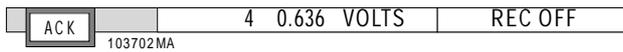

Bild 3-6 Taste ACK
4. Taste ACK ("Quittieren") – Links auf der Statuszeile liegt die Taste **ACK** (siehe Bild 3-6): Mit ihr wird ein aufgetretener Alarm quittiert. Sie erscheint nur, wenn ein Alarm anliegt, und blinkt, bis Sie durch Tastendruck bestätigen. Sofern die entsprechende Funktion installiert und parametrierbar ist, setzt sie auch alle Ausgangsrelais zurück. Beachten Sie, daß die Taste **ACK** immer zuoberst eingeblendet wird und somit andere Bildelemente wie etwa Menüs überlagern kann. Deshalb können Sie jederzeit einen Alarm quittieren, selbst, wenn Sie gerade im Parametriermodus arbeiten.